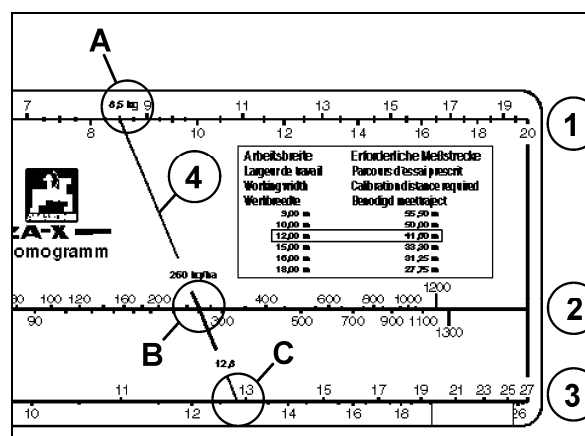

Fig. 68
7. For oppsamlet gjødselmengde (**8,5 kg**) finnes tallverdien (**A**) i den øverste skalaen (Fig. 68/1) og for ønsket spredmengde (**260 kg/ha**) tallverdien (**B**) på den midtre skalaen (Fig. 68/2).
8. Legg en rett forbindelseslinje (Fig. 68/4) mellom punktene **A** og **B**.
9. Forlengelsen av forbindelseslinjen vises på nederste skala (Fig. 68/3) tallverdien (**C**) for den påkrevde spjeldstillingen her **12,8**.